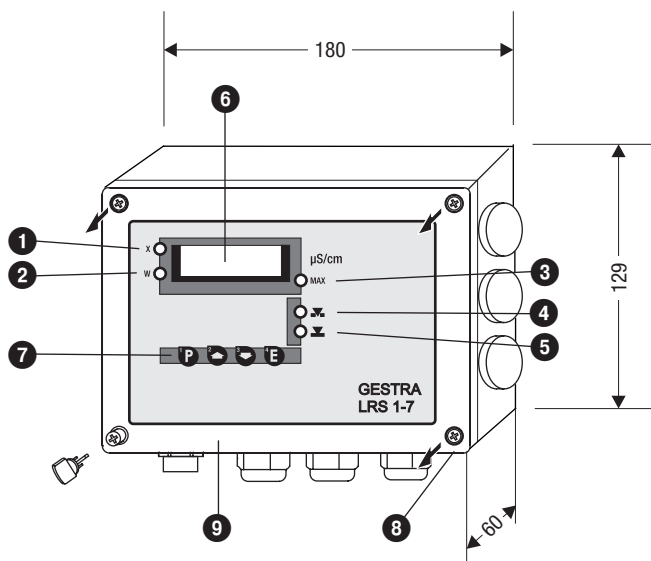

Fig. 2
1. Deckelschrauben **8** lösen und den Gehäusedeckel **9** abnehmen. (Fig. 2, 3)